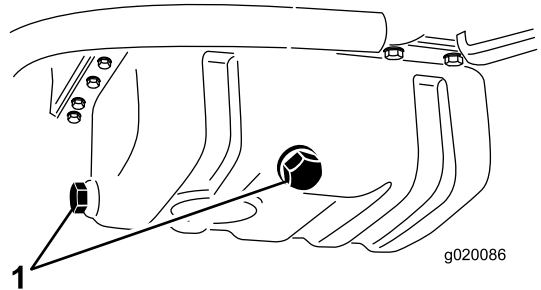

图 56
2. 拆下排油塞 (图 56)让油流入放油盘。油不再流时安装排油塞。